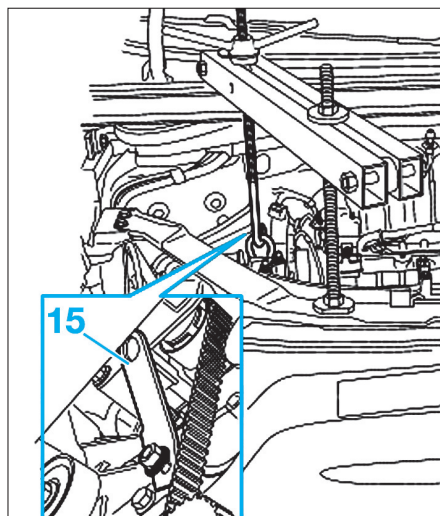

Fig. 10
- Positionner un étrier en (15) (Fig.10) pour l'ancrage du moteur.